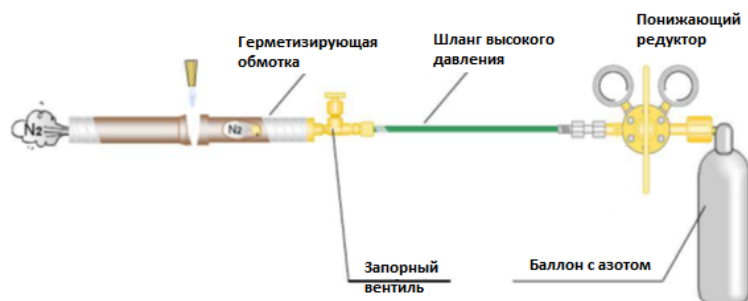

Рис.2.6
- Паянные соединения медных труб должны быть выполнены внахлест. Тип паянного соединения ПН5 по ГОСТ 19249-73 ПН5(рис.2.6). Соединение встык не допускается.
- Длина сопряжения труб (L) должна быть не менее диаметра трубы (D). $L \geq D$
- Баллон с сухим азотом подключается к фреонной магистрали через регулятор расхода газа (понижающий редуктор)(рис.2.6).